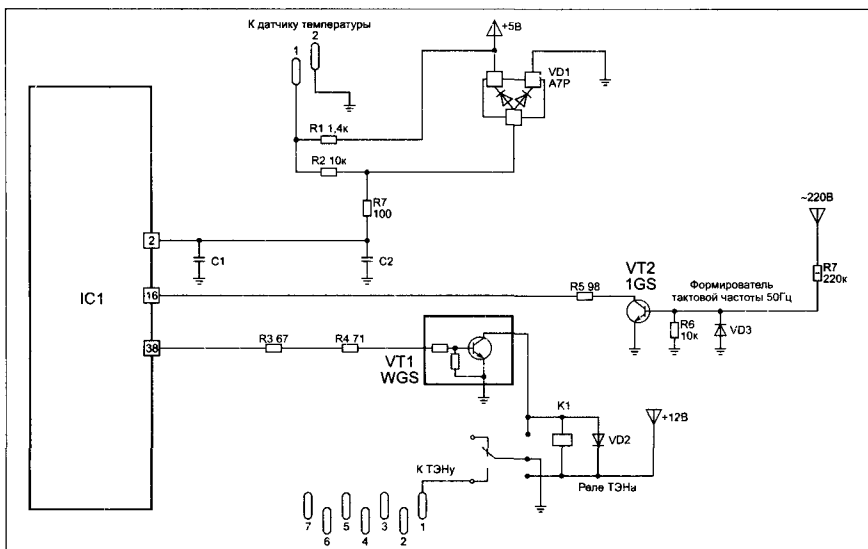

Рис. 13. Принципиальная электрическая схема. Формирователь тактовой частоты 50 Гц, элементы цепей управления ТЭНом и контроля температуры
теля на элементах VT2, R5-R7, VD3 (см. рис. 13).
- **ТЭНа** (рис. 13): выв. 38 IC1 — R3, R4 — VT1 — обмотка реле K1.